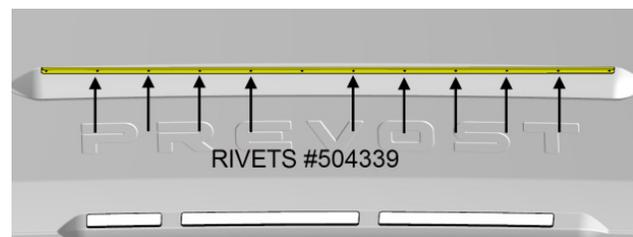

FIGURE 31
9. Fixer le larmier en utilisant neuf (9) rivets #504339 tel que montré sur la FIGURE 31. Percer avec un foret Ø9/64.